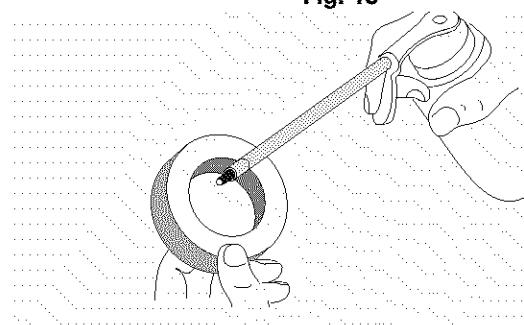

Fig. 16
- Aplique suficiente aceite nuevo SAE 30 para recubrir el filtro ligeramente (Fig. 16).